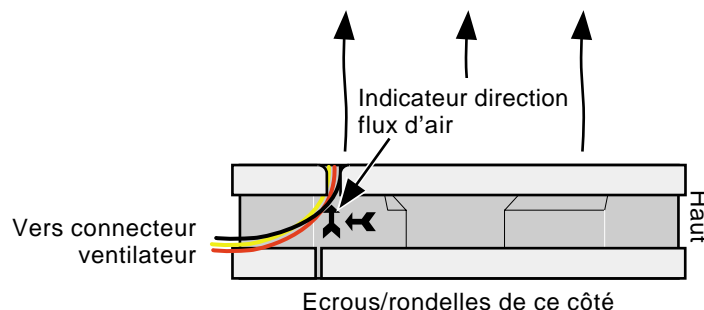

Figure 10.1.1 Indicateur de direction du flux d'air
6. Prenez le nouveau ventilateur et orientez-le pour que le flux d'air soit dirigé dans l'instrument et que les fils sortent du côté gauche du ventilateur (autrement dit le bord le plus proche de l'écran d'affichage). La figure 10.1.1 montre le flux d'air et l'indicateur de direction des ailettes moulé dans le bord du ventilateur près de l'ouverture des fils.